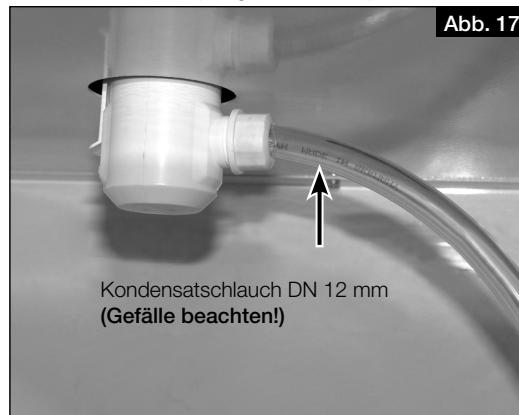

Abb. 17
6. Kondensatschlauch (Länge max. 1,5 m) an das Entwässerungssystem des Gebäudes anschließen (s. Abb. 17).